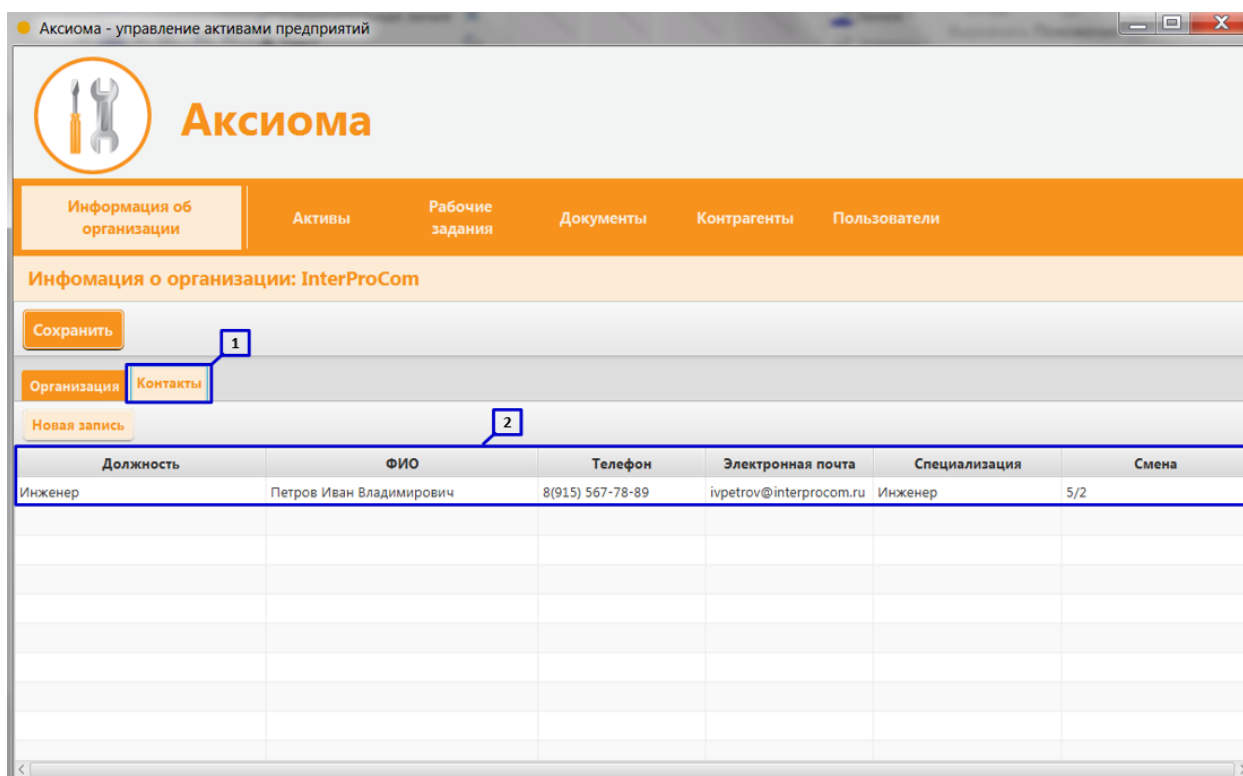

Рисунок 4. Раздел «Информация об организации» вкладка «Контакты»
2. Вкладка «Контакты» – отражает информацию о сотрудниках организации (**Рисунок 4 пункт 1**). При переходе на вкладку открывается список всех введенных в систему персоналий. Список представлен в следующем формате: Должность, ФИО, Телефон, Электронная почта, Специализация, Смена (**Рисунок 4 пункт 2**).